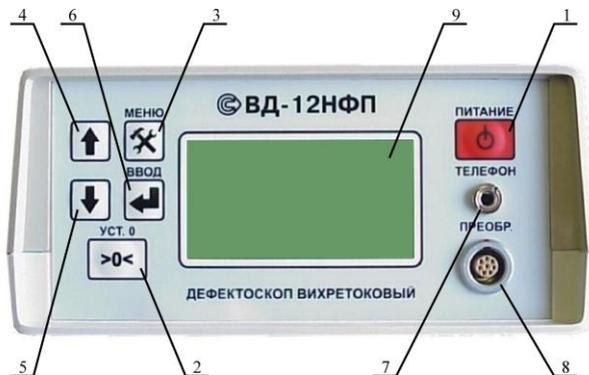

Рис. 3.2 Органы индикации и управления дефектоскопа ВД-12НФП
**3.5** Расположение органов индикации и управления дефектоскопа показано на рис. 3.2.